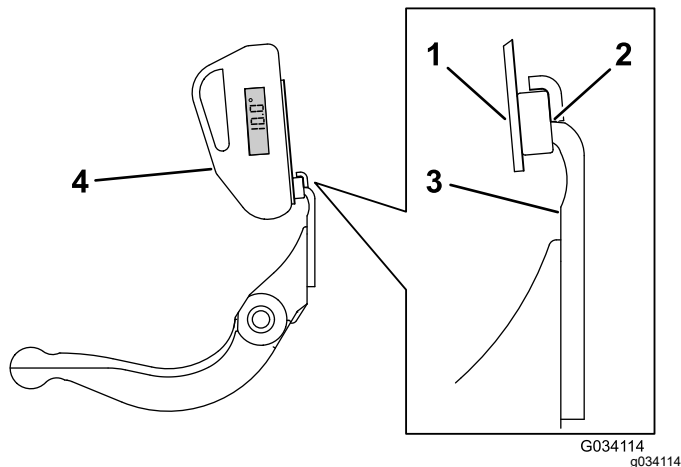

Figura 33
3. Coloque el soporte del indicador de ángulo sobre el filo de la contracuchilla de manera que el borde del imán esté enrasado con el filo de la contracuchilla (Figura 33).
4. Coloque el indicador de ángulo en el soporte, según se muestra en Figura 33.